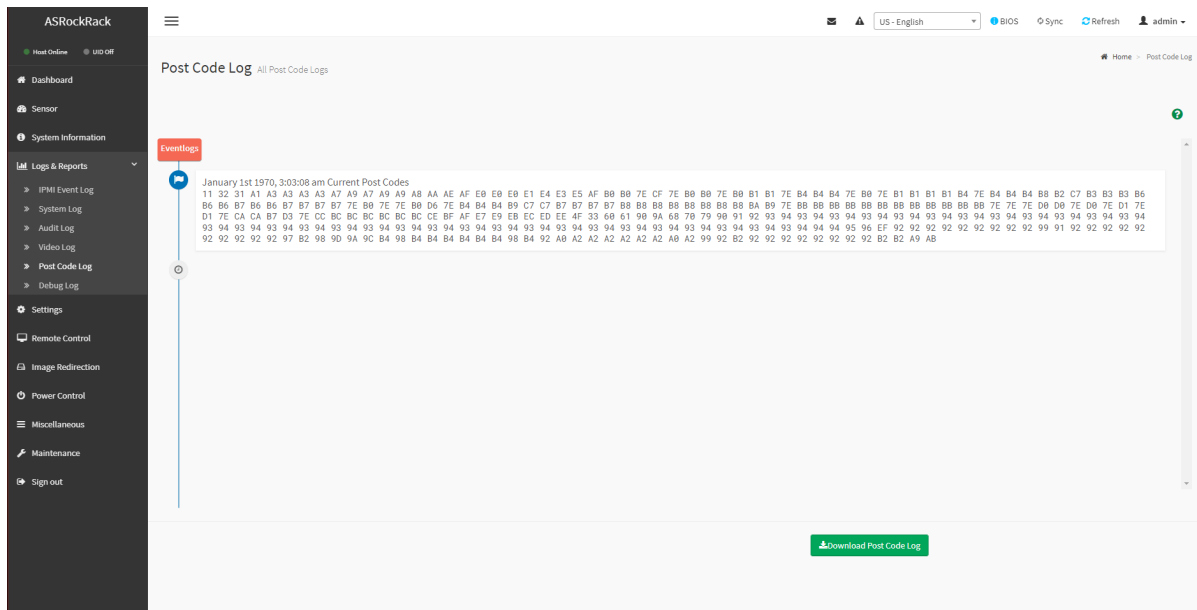

Рис. 110. Окно «Post Code Log»
- 6) Пройдите во вкладку «Logs & Reports» → «Post Code Log» видеожурнал предоставляет функцию, которая записывает видео при возникновении определенного события в сервере. В поле «Filter by Date» произведите фильтрацию по дате начала события «Start Date», в поле «End Date» произведите фильтрацию по дате окончания события. Окно показано на рис. 110 Окно «Post Code Log»